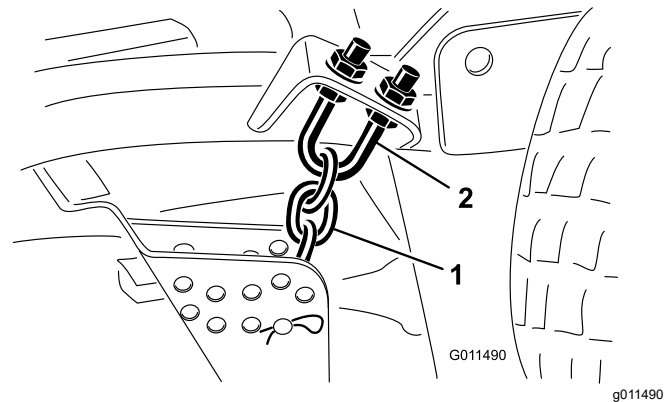

Figura 87
1. Allentate i controdadi sulla parte superiore o inferiore del bullone a U della catena dell'altezza di taglio (Figura 87).